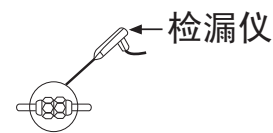

图31
- 3 在接口处用检漏仪或者肥皂水来检查是否有泄漏。（如图31）
- 4 用 ⑩ 塑料绝缘带把铜管和连接电缆包起来。